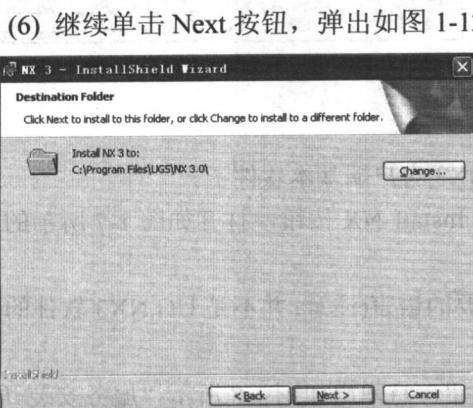

图 1-11 “安装路径”对话框
(5) 选择 Typical 安装方式并单击 Next 按钮后，弹出如图 1-11 所示的“安装路径”对话框。